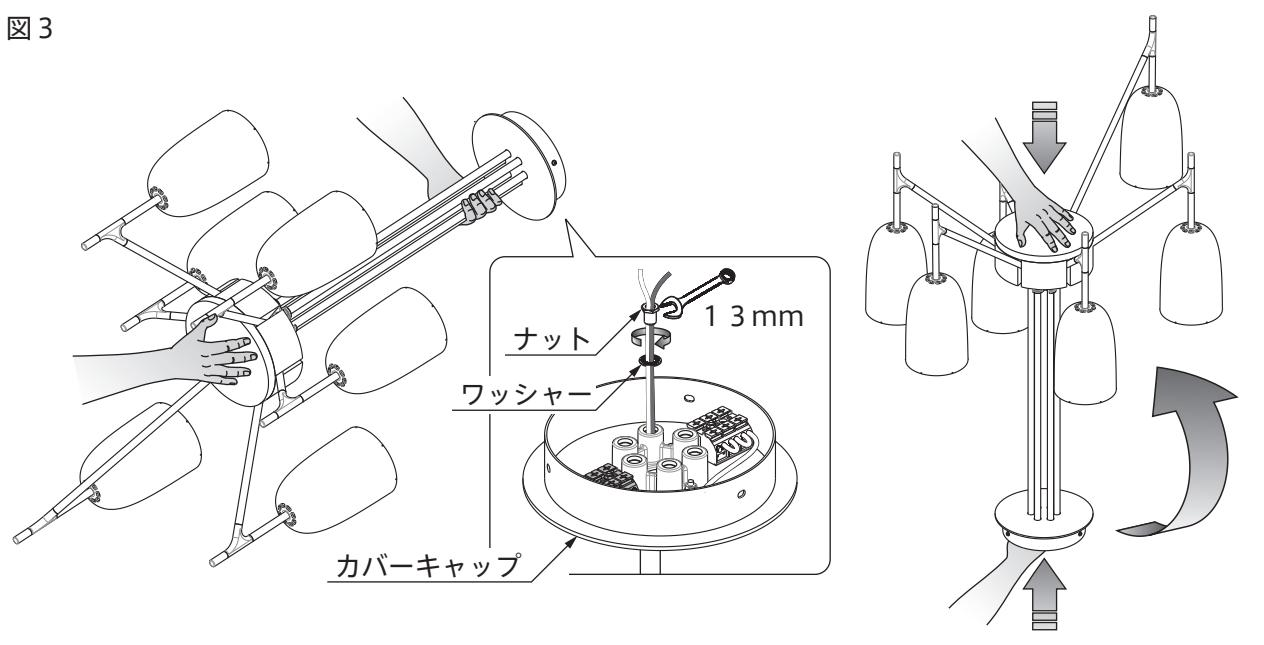

図 4
6. ソケットに電球を取付けます。 (図4)
7. 下部シェードカバーに上部シェードカバーをのせます。 (図4)
5. アームから出ている電源コードを端子台に差し込みます。 (図4)